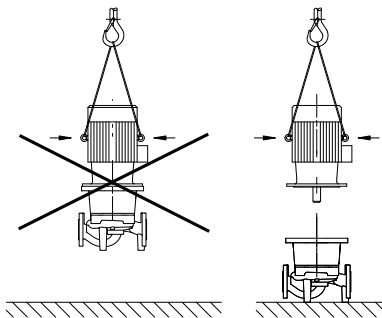

Fig. 35: Motorun nakliyesi
- Motordaki nakliye halkaları sadece motorun taşınması için kullanılabilir, tüm pompa için kullanılması yasaktır (Fig. 35).